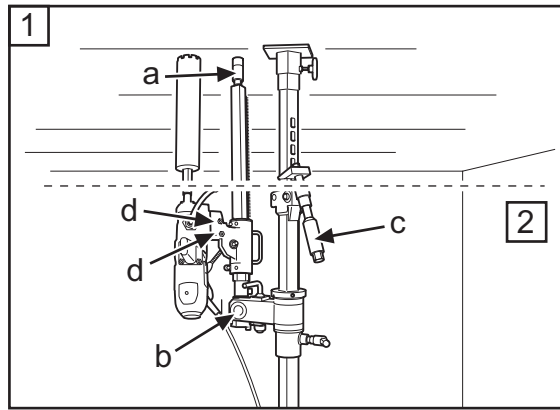

Fig. 12
4. Comprobar que el tornillo de puntal (a) en la columna de perforación está enroscado. Levantar la columna de perforación y bloquearla en posición vertical con la tuerca de 30 mm (b) (fig. 12).
4. Verificar se o parafuso de escora (a) na coluna de perfuração está na posição enroscada. Levantar a coluna de perfuração e bloqueá-la na vertical com a porca de 30 mm (b) (Fig. 12).
4. Check that the support column screw (a) in the drill column is screwed in. Fold up and lock the drill column in the vertical position with the 30 mm nut (b) (Fig. 12).
6. Enroscar el tornillo de puntal en el techo para fijar la columna de perforación en posición y fijarlo con una tuerca de seguridad de 30 mm (a) (fig.12). Usar una regla de madera o similar como separador.
6. Enroscar o parafuso de escora contra o teto para fixar a coluna de perfuração em posição, e fixá-lo com a porca de segurança de 30 mm (a) (Fig. 12). Usar um calço de madeira ou similar como separador.
6. Screw in the support column screw against the ceiling to secure the drill column in position, secure with the locking nut 30 mm (a) (Fig.12). Use a wooden batten or the like as packing.